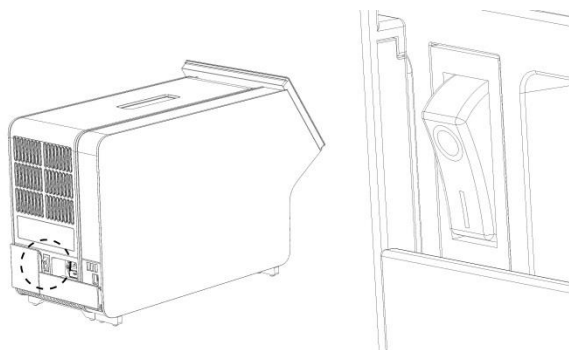

Figur 7. Koble til strømledningen.
7. Koble til strømledningen som ble levert med QIAstat-Dx Analyzer 1.0, til baksiden av den analytiske modulen (figur 7).